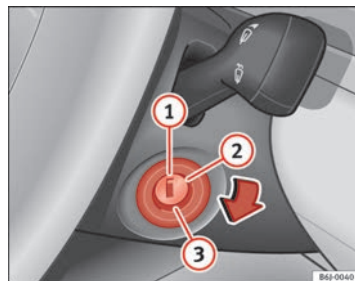

Abb. 98 Stellungen des Zündschlüssels
In dieser Stellung → Abb. 98 sind die Zündung und der Motor ausgeschaltet und die Lenkung kann gesperrt werden.
- Drehen Sie den Zündschlüssel in Stellung ⇒ Abb. 98 ②. Beim Vorglühen des Motors leuchtet die Kontrollleuchte  auf.
- Wenn die Kontrollleuchte ausgeht, drehen Sie den Zündschlüssel in Stellung ③ zum Anlassen des Motors - geben Sie kein Gas.
- Drehen Sie den Zündschlüssel in Stellung → Abb. 98 ①.